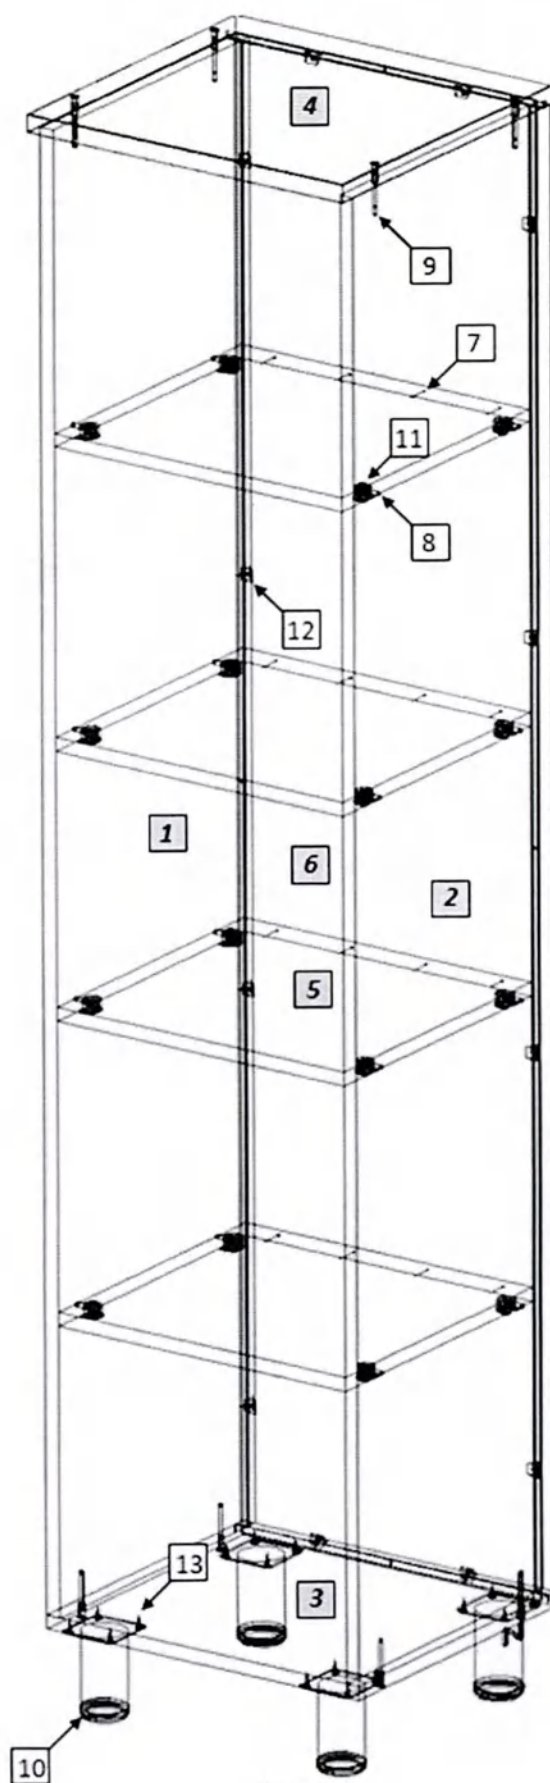

Рис. 1
1. Внимательно ознакомьтесь со схемой сборки, изображённой на рис. 1, сверяясь со спецификацией на изделие. Согласно схеме и спецификации определите расположение деталей в изделии и порядок их сборки. Сборка производится на ровном полу, укрытом материалом, предотвращающим повреждение покрытия пола и деталей мебели. Подготовьте необходимые для сборки инструменты – плоскую и крестовую отвёртки, молоток, рулетку или линейку.
2. На боковых стенках (1,2) установите ввинчиваемые дюбели эксцентриковых стяжек (16). На боковых стенках (1,2,9,10) установите монтажные планки петель (18). На горизонтальных стенках (5) установите эксцентриковые стяжки (22). Евровинтами (17) соедините боковые стенки шкафа (1,2) с горизонтальной нижней стенкой (3) и крышкой (4), боковые стенки антресоли (9,10) с горизонтальной нижней стенкой (11) и крышкой (12), предварительно установив в пазы задние стенки (6,13). Закрепите задние стенки в пазах уголками (23). Установите и закрепите горизонтальные стенки (5), гвоздями (15) зафиксируйте к ним задние стенки. На горизонтальной нижней стенке (3) шурупами (24) закрепите опоры (19).
3. На дверях (7,8,14) шурупами 4×16 (24) закрепите петли (20); установите ручки (21), усилие не должно быть чрезмерным, чтобы избежать повреждение стекла. Закрепите двери к боковым стенкам. При необходимости отрегулируйте положение дверей винтами петель. На видимые головки евровинтов установите заглушки (25).